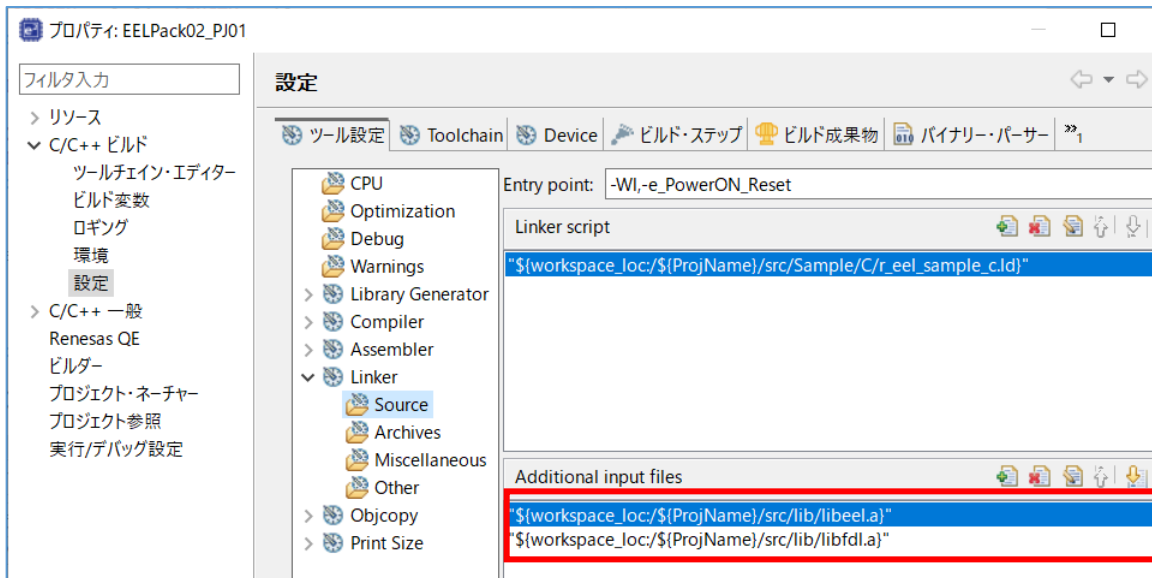

図 6-17 ライブラリファイルの登録(LLVM)
- LLVM コンパイラの場合、e2 studio のプロジェクト・ツリーの[プロジェクト]上でマウスの右クリックで"プロパティ"を選択、"C/C++ビルド" [設定] - "Linker" [Source]で表示された画面の"Additional input files"欄に、ライブラリファイル("libeel.a", "libfdl.a")のパスを登録します (図 6-17)。